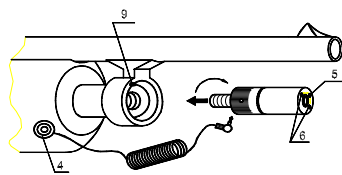

Рис.2. Установка ЛЦУ на ИЖ-81
6.1. Установка ЛЦУ на ружья ИЖ-81 (рис. 2)